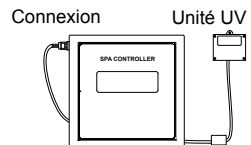

Figure 2
1. Mettez le disjoncteur du spa à la position OFF (arrêt). Nous vous recommandons de vider votre spa. Débranchez le système CLEARRAY de la commande, Figure 2.
2. Une fois que la lampe a refroidi, retirez le couvercle de l'enceinte du système CLEARRAY (10) et le joint (9) en retirant les quatre vis (11).